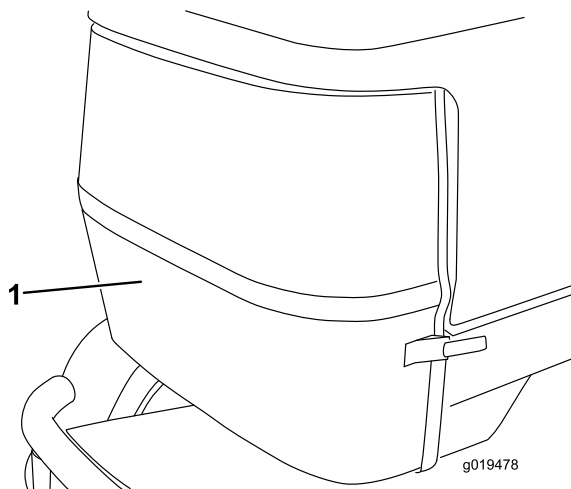

Figura 73
2. Destranque e retire o painel traseiro (Figura 73). Limpe bem o painel.